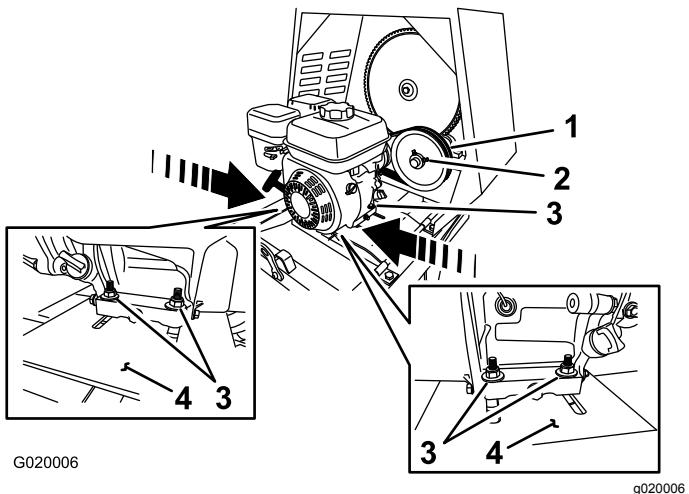

Figura 63
- B. Afloje los pernos y las tuercas que sujetan el motor a la chapa del motor (Figura 63).
- **Para aumentar la holgura – aleje el motor de la polea tensora (Figura 63).**
- **Para reducir la holgura – acerque el motor a la polea tensora (Figura 63).**